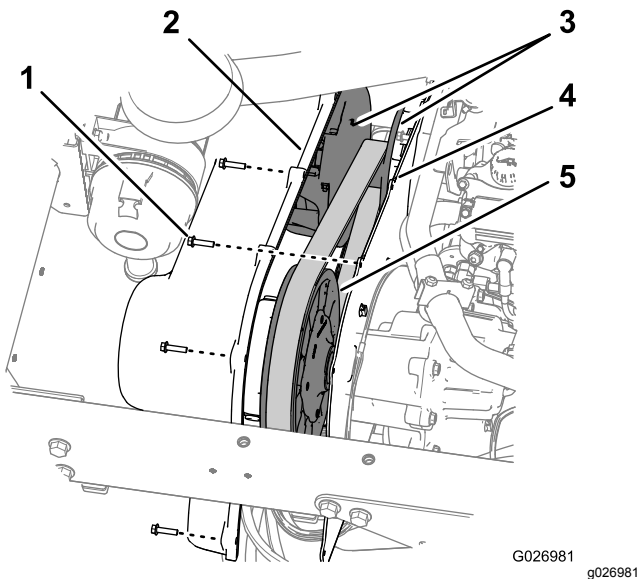

Bild 64
1. Entfernen Sie die neun Kopfschrauben ($\frac{1}{4}$ " x 1"), mit denen die Getriebeabdeckung an der Befestigungsplatte des Getriebes befestigt ist (**Bild 64**).
5. Fluchten Sie die Löcher in der Getriebeabdeckung mit den Löchern in der Befestigungsplatte aus (**Bild 64**).
6. Befestigen Sie die Abdeckung mit den neun in Schritt 1 entfernten Kopfschrauben ($\frac{1}{4}$ " x 1") an der Befestigungsplatte (**Bild 64**) und ziehen Sie die Schrauben auf ein Drehmoment von 10,2-12,4 N·m an.